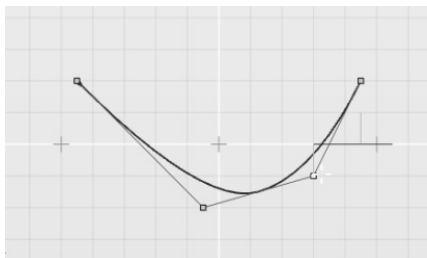

图 3-16 在两点间插入控制点
5) 在曲线上选中的两点间，单击鼠标左键以添加控制点，如图 3-16 所示。插入完成后，按〈Enter〉键或空格键结束。该操作可在曲线上两点间插入任意数量的控制点。